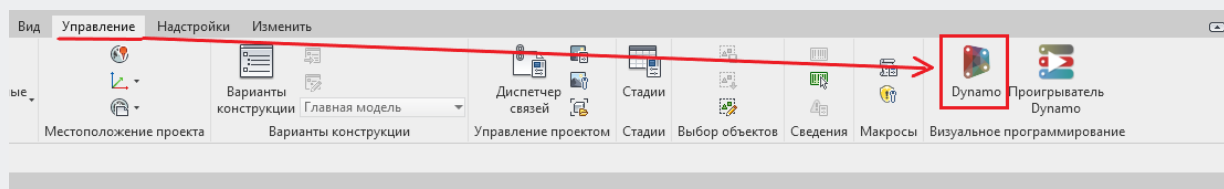

Рис. 19 – Вкладка «Управление»
1. Открыть редактор скриптов Dynamo, перейдя на вкладку «Управление» и нажав ярлык Dynamo (Рис. 19)